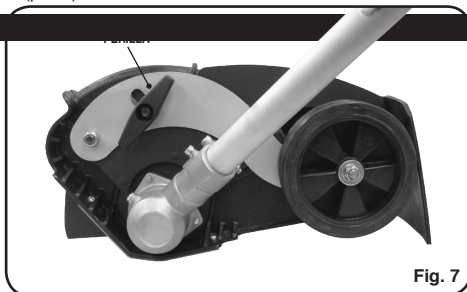

Fig. 7
1. Afloje la perilla y gire el conjunto de ruedas hacia arriba o hacia abajo para regular la profundidad de corte de la hoja. Vuelva a ajustar la perilla antes de manejar la unidad. (Consulte la fig. 7)